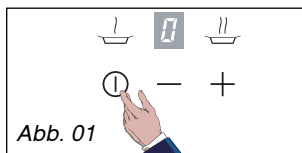

Abb. 01
– Den **gewünschten** Brenner durch gerades und flaches Auflegen des Fingers auf die entsprechende Taste ① auswählen (Abb. 01).